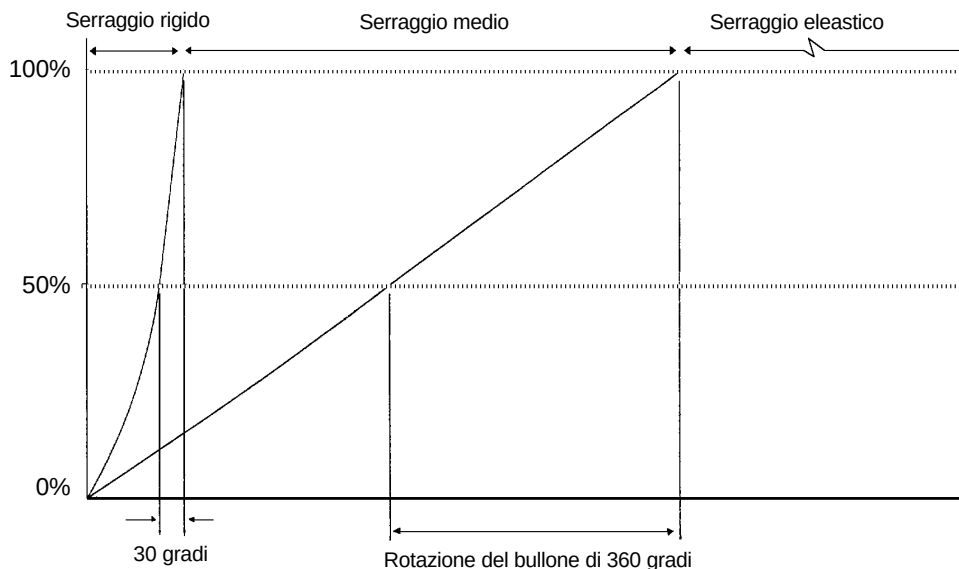

FIG 6
1. Scagliere il serraggio rigido.eleastic (vedi fig. 6).
Ci sono tre tipologie di base di serraggio classificate dagli standards internazionali (vedi fig. 6).